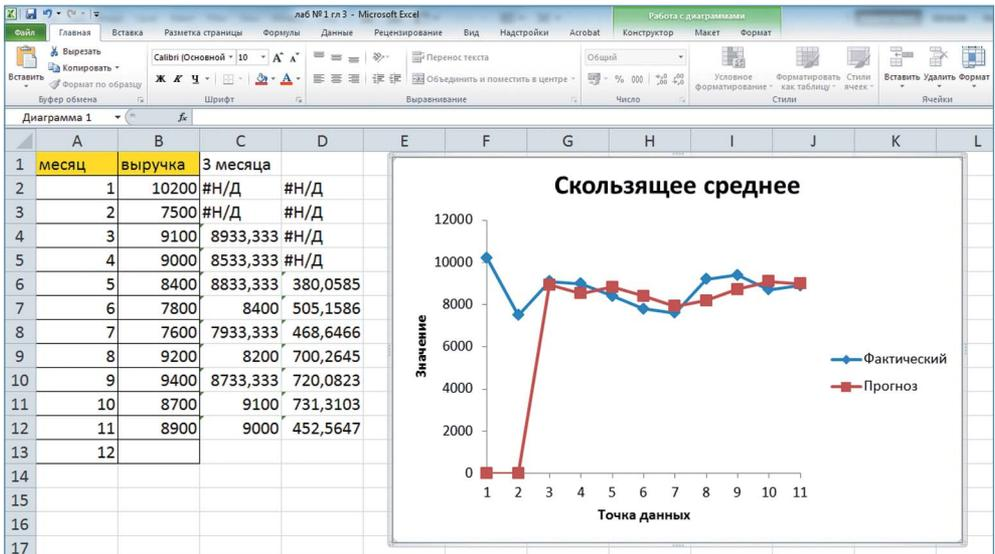

Рис. 15
4. Программа выводит результат обработки (рис. 15).